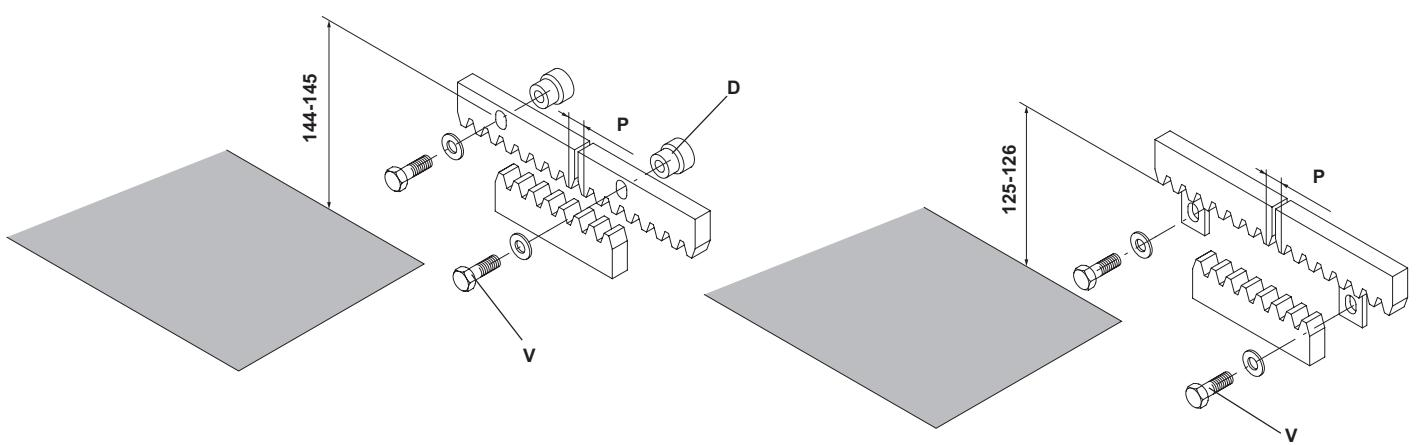

Рис. 2
4.1 Зубчатая рейка из нейлона (рис. 2)
4.2 Зубчатая Рейка из стали 12x30 мм (рис. 2)